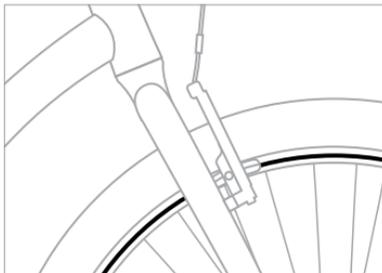

Abb. 2.1: Verschleißindikator an Aluminiumfelge.
• Eine flache Rille über den gesamten Umfang der Felge (siehe Abbildung 2.1). Wenn die Rille an einem Punkt nicht mehr sichtbar ist, muss die Felge ausgetauscht werden.